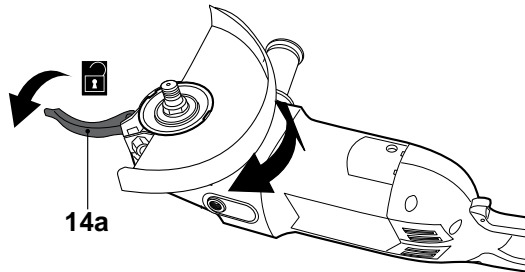

Fig. 10
- > Faites pivoter le carter jusqu'à la position désirée (Fig. 10).